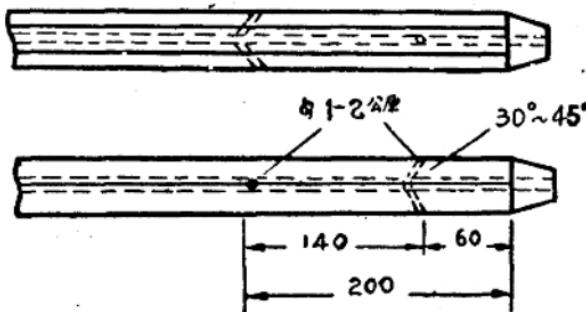

图 8
(1) 推广了龙烟生产坑口的钎子造水幕经验，使凿岩产生的岩尘降低38%如图8所示。